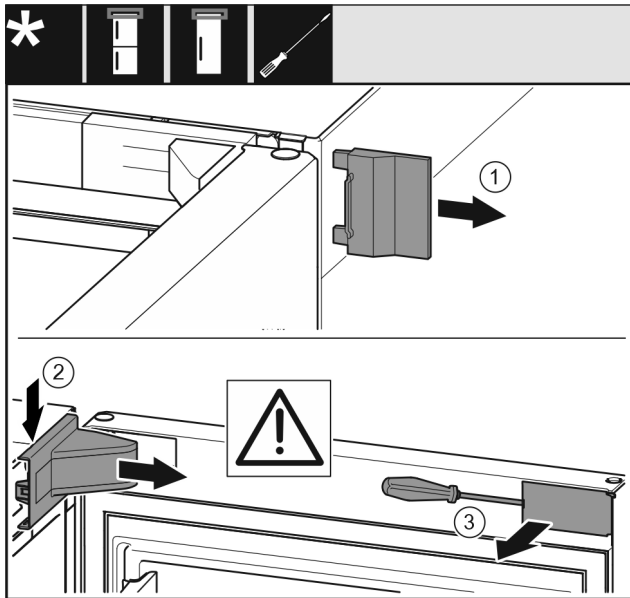

Fig. 9
- Ta bort det yttre skyddet Fig. 9 (1).
- Lossa lagerbockskyddet Fig. 9 (2) och ta av det.
- Lossa panelen Fig. 9 (3) med spårskruvmejsel och sväng den åt sidan.